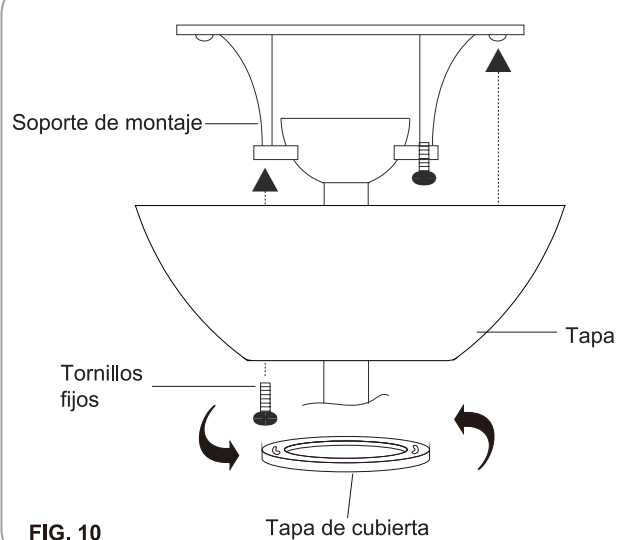

FIG. 10
1. (Fig. 10) Inserta cuidadosamente las conexiones de los cables dentro de la caja de distribución. Fije el control de pared con los dos tornillos suministrados.
Paso 2. Levante la tapa con mucho cuidado al soporte de montaje, y compruebe que el tornillo afijado haya insertado en el agujero de la llave en la tapa. Gire la tapa en sentido horario. (Fig. 10)
Paso 3. Fije la tapa por reemplazando el tornillo previamente quitado y apretando el tornillo previamente afijado. (Fig. 10)
Paso 4. Coloque la cubierta de tapa en la misma y gire la cubierta de tapa en el sentido de la aguja del reloj hasta que él bloquee en su posición. (Fig. 10)